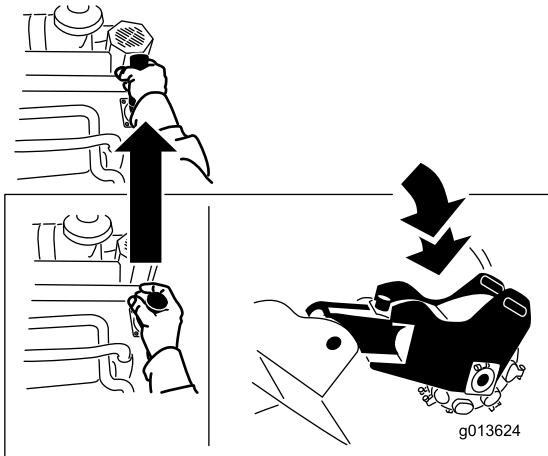

Figure 13
- Poussez le levier en avant pour abaisser la rogneuse (Figure 13).